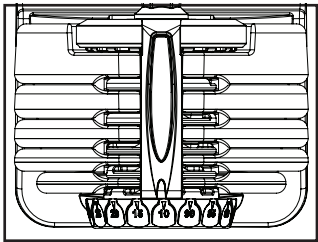

Abbildung 1
- Setzen Sie den Hantelgriff in die Basis der Hantel und drehen Sie beide Einstellknöpfe auf die niedrigste Zahl (Abbildung 1). Sie erkennen die korrekte und vollständige Einstellung daran, dass der Einstellknopf spürbar in eine Kerbe (auch Rastpunkt genannt) einrastet. Außerdem hören Sie ein leichtes, aber hörbares Klickgeräusch, das mit den Rastpunkten der jeweiligen Zahl übereinstimmt.